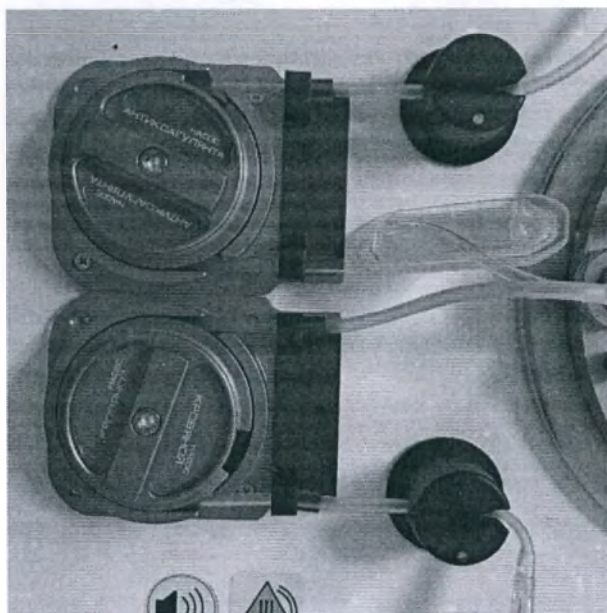

Рисунок 17 Установка секции трубок
- Расположите магистрали насоса между упорами насосов, как показано на «Рисунок 17»;